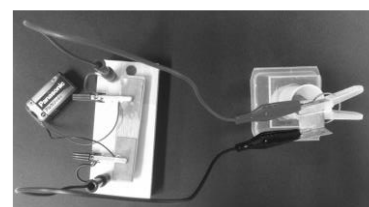

図 7 充電の様子
電解槽は図 7 のようにフィルムケースを用いた。①の 2 枚の鉛電極で不織布をはさみ、それを洗濯ばさみで固定し、電解槽に入れた。また、電解槽の転倒防止として、フィルムケース立てを用いた[1]。
- ① 2 枚の鉛板で不織布を挟み、洗濯ばさみで固定し電極を作製した。これを電解槽に入れた。
- ② 背の高い鉛板を陰極、背の低い鉛板を陽極とし、鉛板と電源装置とを導線で接続し 10 秒間充電を行った。充電時、水の電気分解によって、気体が発生する音が聞こえた。また、硫酸がミストとなるため刺激臭がした。(図 7)